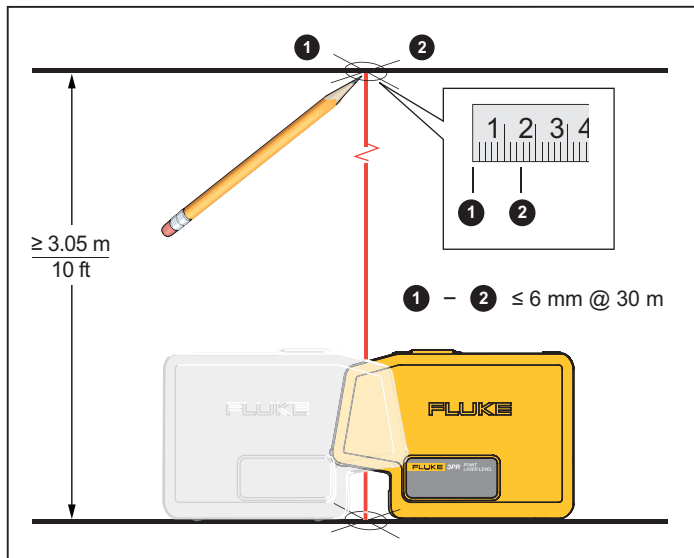

Figura 6. Precisión de la plomada
3. Centre el láser inferior en ambos ejes de la marca. Consulte la figura 6.